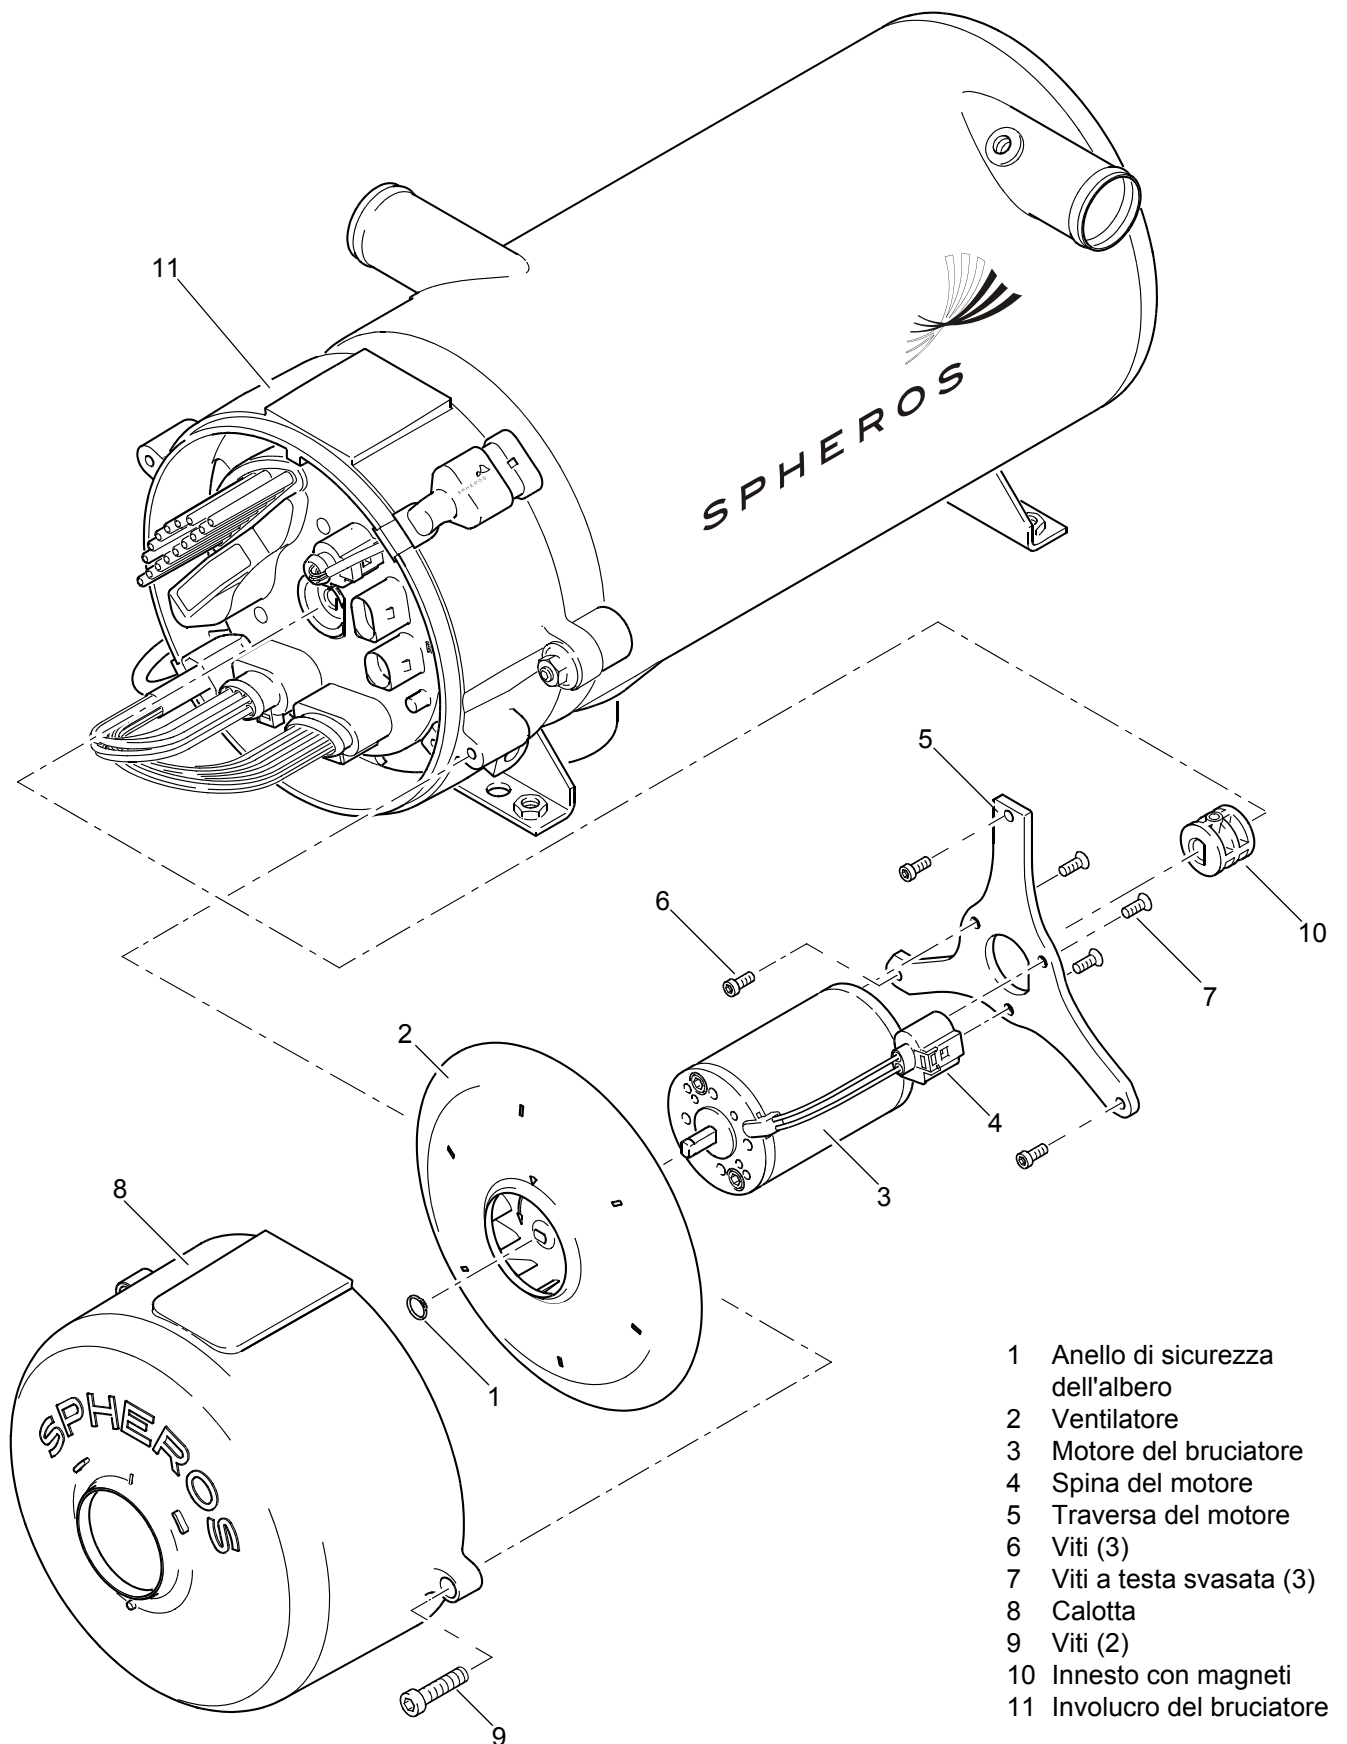

fig. 803 Smontaggio e montaggio del ventilatore aria comburente
2. Eventualmente rimuovere il ventilatore (2, fig. 803). Allo scopo con pinze adatte rimuovere l'anello di sicurezza dell'albero (1) dall'albero del motore.
3. Staccare (4) la spina del motore del bruciatore dall'apparecchio di comando.
4. Rimuovere le viti (6) ed estrarre il motore (3) con la traversa (5) dall'involucro del bruciatore.
5. Eventualmente rimuovere la traversa del motore (5) dal motore del bruciatore (3). Allo scopo allentare e svitare le viti (7) della flangia del motore.
1. Eventualmente ricollegare il motore del bruciatore (3, fig. 803) con la traversa del motore (5). Allo scopo disporre il motore del bruciatore verso la traversa del motore, osservare la posizione di montaggio della traversa del motore. Avvitare le viti a testa svasata (7) nelle fessure presenti sulla flangia del motore. Serrare poi le viti a testa svasata (7) con 5 Nm + 1 Nm.
2. Eventualmente Spingere l'innesto con magneti (10) sull'albero della pompa del combustibile.
3. Allineare la traversa del motore (5) con l'involucro del bruciatore (11), nel fare ciò fare attenzione alla posizione di montaggio della traversa del motore. Allineare il motore del bruciatore verso l'innesto ruotando l'albero di trasmissione del motore del bruciatore.
4. Fissare il motore del bruciatore e la traversa del motore con viti (6).
5. Serrare le viti (6) con 5 Nm + 1 Nm.
6. Collegare la spina (4) del motore del bruciatore all'apparecchio di comando.
7. Eventualmente montare il ventilatore (2). Allo scopo spingere il ventilatore sull'albero di trasmissione con pinze adatte serrare l'anello di sicurezza dell'albero (1) sull'albero del motore.
8. Montare la calotta (8) (vedere 8.4).